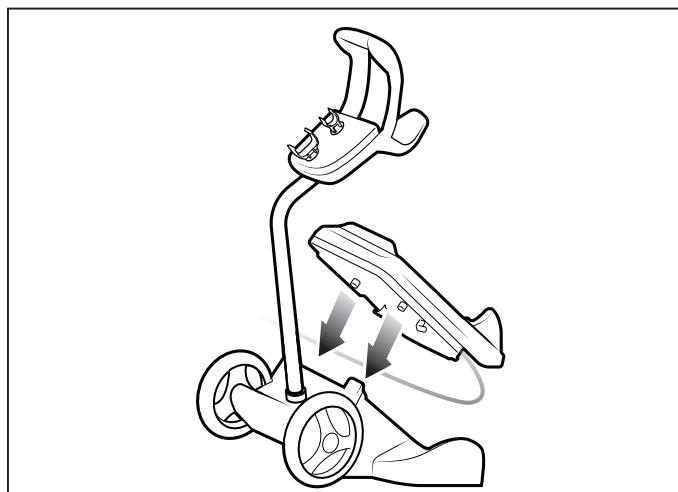

Figure 2. Assembler le poste de recharge
- Insérer le poste de recharge sur le chariot de recharge. Pousser fermement les guides du poste de recharge dans les trous du chariot de recharge jusqu'à ce que le poste de recharge soit sécurisé, voir Figure 2.